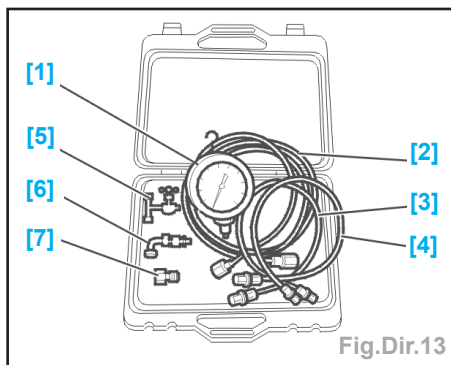

Fig.Dir.13
- Coffret (-).0710-ZY comprenant : (Fig. Dir.13) :